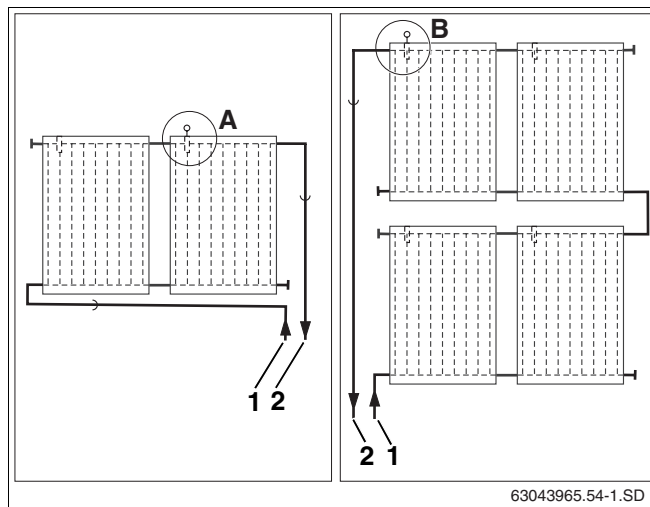

Fig. 32 Posto d'installazione della sonda del collettore (rappresentazione schematica)
Rispettare il posto d'installazione per sistemi di collettori ad una ovvero due serie (fig. 32).
La sonda del collettore deve essere montata nel collettore con la tubazione di mandata già collegata (fig. 32, **pos. 2**).
- Posto d'installazione (fig. 32, **pos. A**) per sistemi di collettori ad una serie, con tubazione di mandata a destra.
- Luogo dell'installazione (fig. 32, **pos. B**) per sistemi di collettori a due serie, con tubazione di mandata a sinistra.